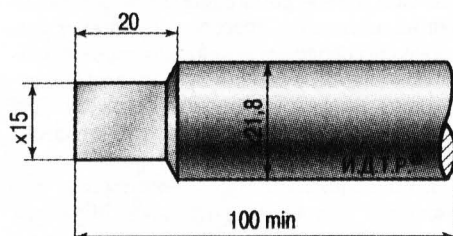
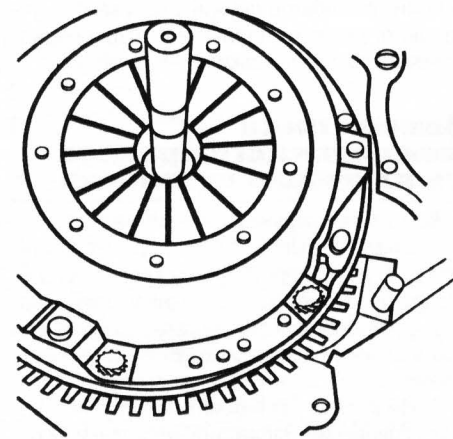

Рис. 5.9. Размеры специальной оправки для центрирования ведомого диска сцепления
Рис. 5.10. Центрирование ведомого диска сцепления с помощью оправки
3. С использованием специальной оправки (рис. 5.9) или старого первичного вала коробки передач отцентрируйте диск сцепления относительно маховика (рис. 5.10).